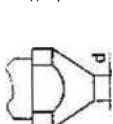
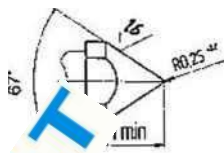

Рис. 1
Рис. 2
4.7.При затуплюванні до d=2мм мах (див. рис.1) шипи мають бути загострені на шліфувальному крузі згідно рис. 2.